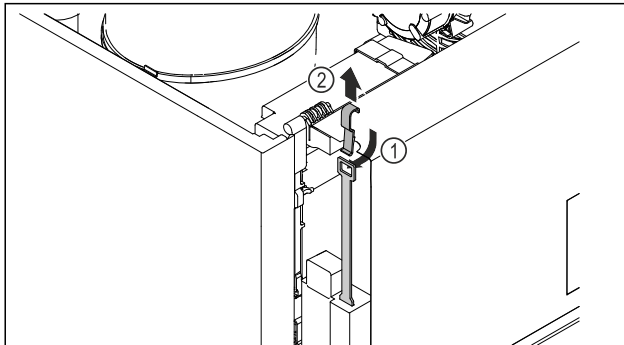

Fig. 209
- ▶ Notentriegelungsschlüssel von oben einschieben Fig. 209 (1), am Schloss einhaken und nach oben ziehen Fig. 209 (2).